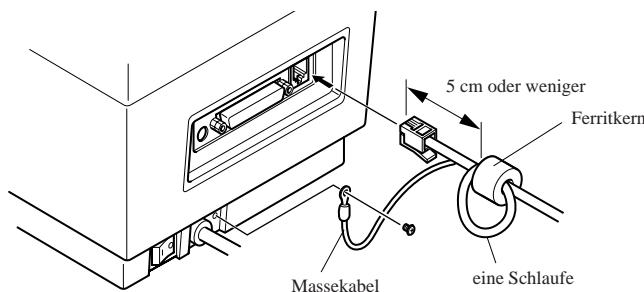

Abb. 3-5
■ Klemmen Sie den großen Ferritkern auf die gleiche Weise wie für das Schnittstellenkabel beschrieben auf das Kabel für das Peripheriegerät. Bei diesem Ferritkern müssen Sie allerdings das Kabel wie in Abb. 3-5 gezeigt in einer Schlaufe führen.